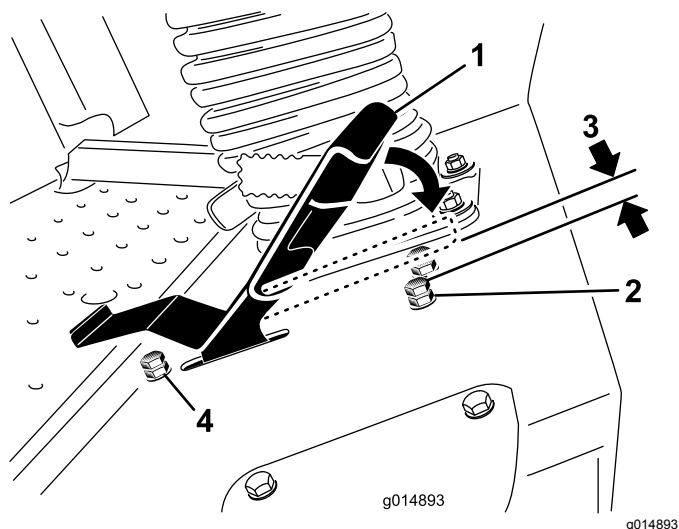

Figura 49
3. Allentate il controdado sul bullone di fermo del pedale della trazione (Figura 49).